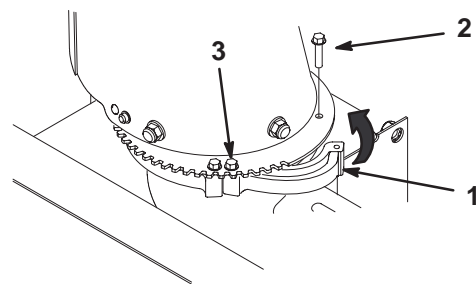

Figure 13
5. Tournez le dispositif de retenue desserré vers l'intérieur sur la couronne et fixez-le avec une vis (Fig. 13).
6. Serrez l'autre vis de retenue pour fixer le dispositif de retenue (Fig. 13).